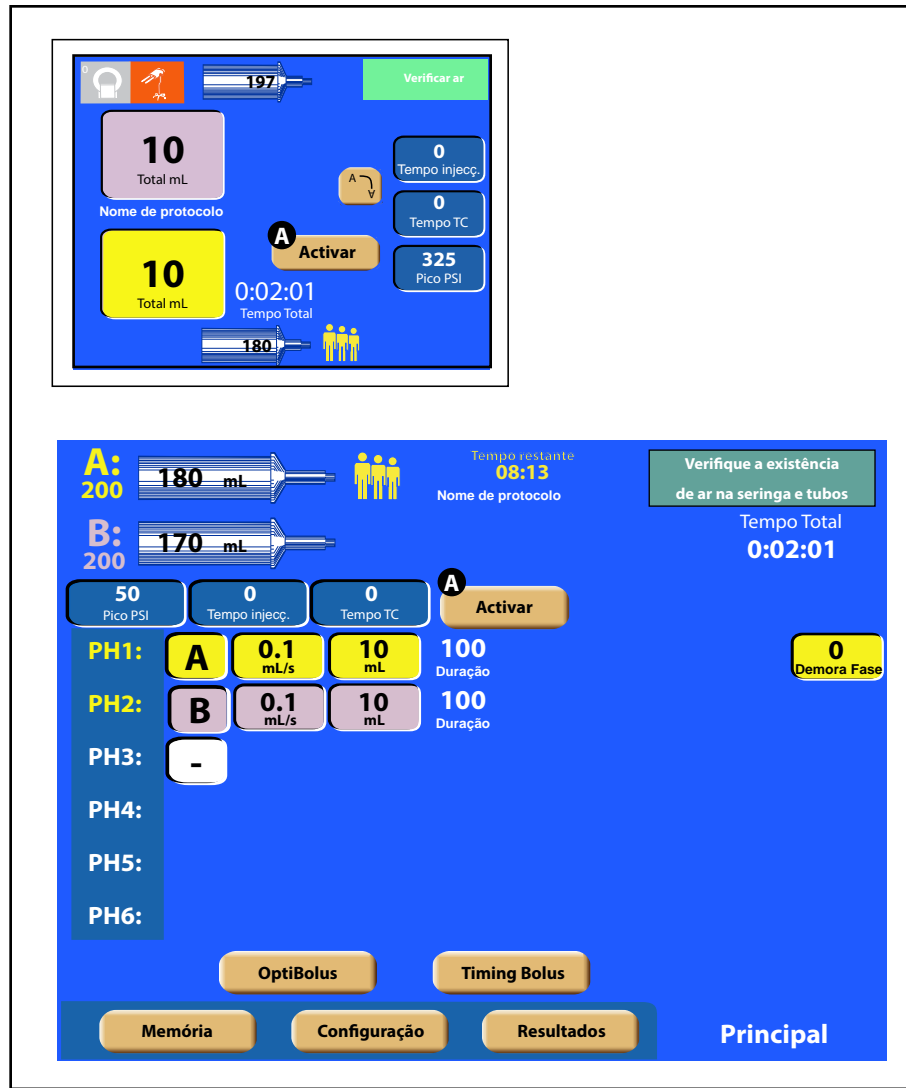
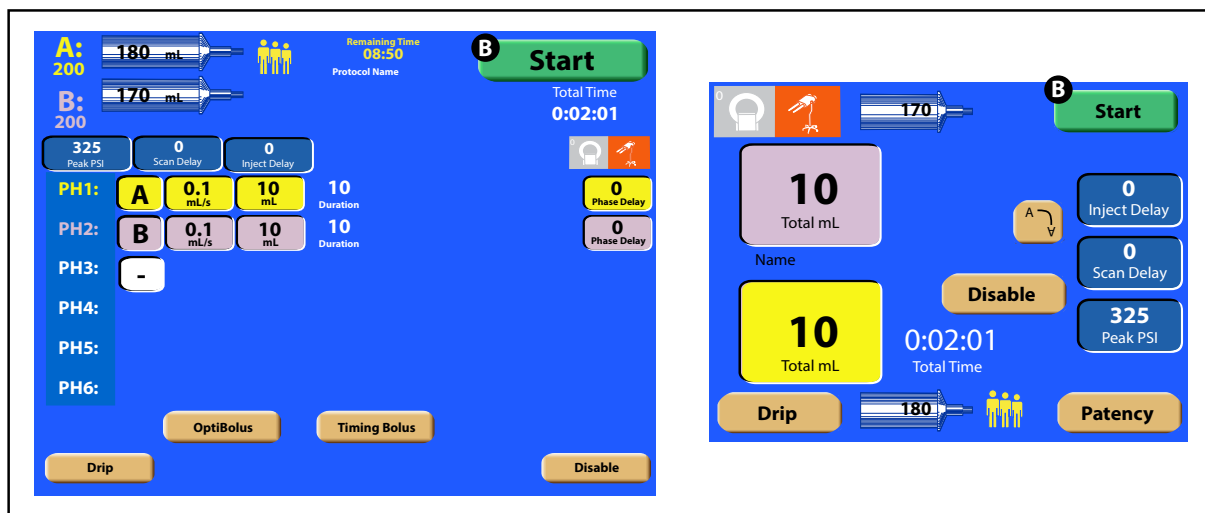
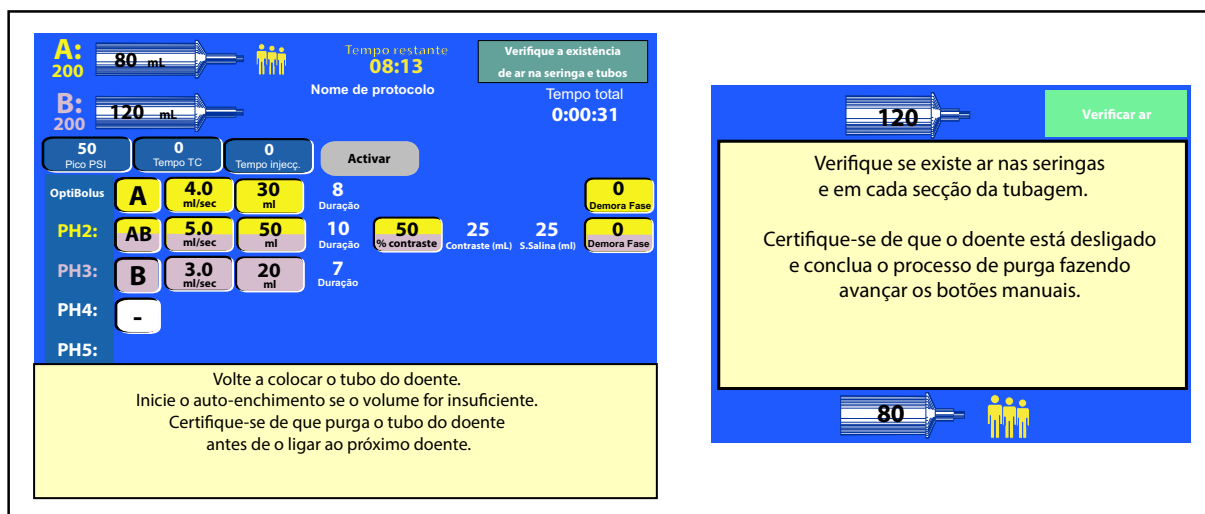

Figura 4-14-2 Tecla [Ativar] ativa na tela Principal
Figura 4-14-3 Tecla [Iniciar] ativa -- injetor pronto para injetar
Figura 4-14-6 Tecla [Purgar linha de infusão] seleccionada
Ao selecionar a tecla [Mesmo paciente], se houver volume suficiente na seringa, a tecla [Ativar] **A** estará ativa na tela Principal, conforme mostrado na Figura 4-14-2. Selecione a tecla [Ativar] para exibir a tecla [Iniciar] **B**, conforme mostrado na Figura 4-14-3, para administrar a próxima injeção.
Antes de usar as setas Enchimento/Expulsão na cabeça motorizada para recarregar a(s) seringa(s), **desconecte a linha de infusão do paciente**. Consulte a seção 3.2.5 com relação ao uso das setas de enchimento. Quando a(s) seringa(s) for(em) recarregada(s), mova o(s) pistão(ões) manualmente para expelir todo o ar da seringa e do tubo. Após expelir, pelo menos, 1 mL (por lado), a tecla [Ativar] na tela Principal ficará ativa, conforme mostrado na Figura 4-14-2. ***Certifique-se de que todo o ar seja removido da seringa e do tubo e que os parâmetros de protocolo apropriados sejam exibidos antes***
*de reconectar a linha de infusão ao paciente.* Selecione a tecla [Ativar] para exibir a tecla [Iniciar], conforme mostrado na Figura 4-14-3, para administrar a próxima injeção.
Na tela do console ou da cabeça motorizada, selecione a(s) tecla(s) rosa(s) para exibir a barra deslizante de volume. Quando o volume do protocolo tiver sido diminuído manualmente para menos que o volume da seringa, a tecla [Ativar] será ativada na tela Principal do console, conforme mostrado na Figura 14-4-2. Selecione a tecla [Ativar] para exibir a tecla [Iniciar], conforme mostrado na Figura 4-14-3, para administrar a próxima injeção.
Substitua a linha de infusão e, antes de conectá-la ao paciente, selecione a tecla [Purgar linha de infusão]. A tecla da cabeça motorizada será atualizada, conforme mostrado na Figura 4-14-6, para instruir o operador a verificar se há ar nas seringas e em cada seção da tubulação e concluir o processo de purga. Usando o(s) botão(ões) manual(is), mova o(s) pistão(ões) manualmente para expelir todo o ar da seringa e do tubo. Após expelir, pelo menos, 1 mL (por lado), a tela Principal será exibida, conforme mostrado na Figura 4-14-2. ***Certifique-se de que todo o ar seja removido da seringa e do tubo e que os parâmetros de protocolo apropriados sejam exibidos antes de reconectar a linha de infusão ao paciente.*** Selecione a tecla [Ativar] ativa para exibir a tecla [Iniciar], conforme mostrado na Figura 4-14-3, para administrar a próxima injeção.
setas de enchimento. Quando a(s) seringa(s) for(em) recarregada(s), mova o(s) pistão(ões) manualmente para expelir todo o ar da seringa e do tubo. Após expelir, pelo menos, 1 mL (por lado), a tecla [Ativar] na tela Principal ficará ativa, conforme mostrado na Figura 4-14-2. ***Certifique-se de que todo o ar seja removido da seringa e do tubo e que os parâmetros de protocolo apropriados sejam exibidos antes de reconectar a linha de infusão ao paciente.*** Selecione a tecla [Ativar] para exibir a tecla [Iniciar], conforme mostrado na Figura 4-14-3, para administrar a próxima injeção.
***Usar a diminuição manual do valor de volume do protocolo*** — Na tela do console ou da cabeça motorizada, selecione a(s) tecla(s) rosa(s) para exibir a barra deslizante de volume. Quando o volume do protocolo tiver sido diminuído manualmente para menos que o volume da seringa, ***certifique-se de que a linha de infusão esteja desconectada do paciente e*** mova manualmente o(s) pistão(ões) para expelir o ar da seringa e do tubo. Após expelir, pelo menos, 1 mL (por lado), a tecla [Ativar] na tela Principal ficará ativa, conforme mostrado na Figura 4-14-2. ***Certifique-se de que todo o ar seja removido da seringa e do tubo e que os parâmetros de protocolo apropriados sejam exibidos antes de reconectar a linha de infusão ao paciente.*** Selecione a tecla [Ativar] para exibir a tecla [Iniciar], conforme mostrado na Figura 4-14-3, para administrar a próxima injeção.
Ao selecionar [Nenhum ar], a tela da cabeça motorizada será atualizada, conforme mostrado na Figura 4-14-10, para instruir o operador a garantir que a linha de infusão esteja desconectada do paciente e concluir o processo de purga. **Desconecte a linha de infusão do paciente.** Usando o(s) botão(ões) manual(is), mova o(s) pistão(ões) manualmente para expelir todo o ar da seringa e do tubo. Após expelir, pelo menos, 1 mL (por lado), a tela Principal será exibida, conforme mostrado na Figura 4-14-2. **Certifique-se de que todo o ar seja removido da seringa e do tubo e que os parâmetros de protocolo apropriados sejam exibidos antes de conectar a linha de infusão ao paciente.** Selecione a tecla [Ativar] para exibir a tecla [Iniciar], conforme mostrado na Figura 4-14-3, para administrar a próxima injeção.